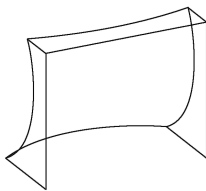

图 11-4 绘制弧线
(5) 单击“默认”选项卡“绘图”面板中的“圆弧”按钮, 用三点法绘制两段圆弧, 坐标值分别为 [(150,0,0)、(50,130)、(70,260)] 和 [(150,0,-300)、(50,130)、(70,260)], 绘制结果如图 11-4 所示。